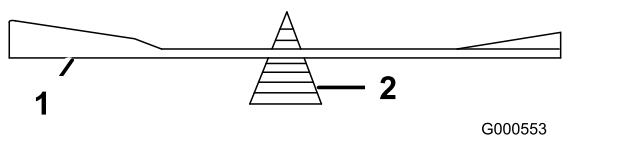

Figura 104
- Verifique o equilíbrio da lâmina colocando-a num equilibrador de lâminas (Figura 104).